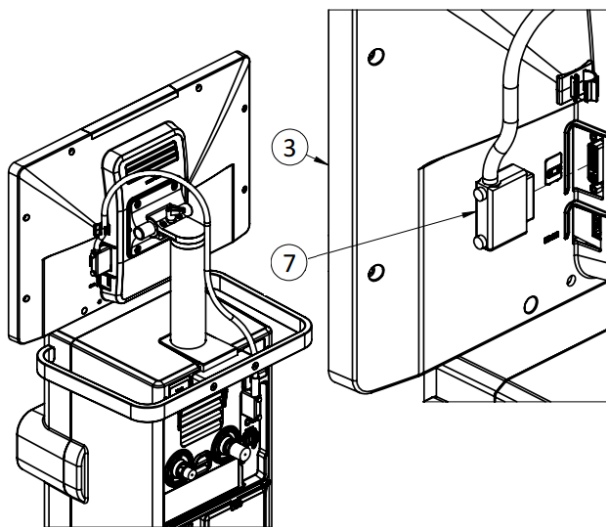

Fig. 3-7 Conexión de cable DVI-I.
Conectar el cable (7) en el conector DVI-I del monitor marcado con el ícono indicado en la Fig. 3-7. Asegurar una correcta conexión y fijar con los tornillos provistos. El cable debe quedar alineado hacia arriba y asegurado con el sujetacable ubicado sobre el conector en la cara posterior del monitor. Rutear el cable como lo indica la figura inferior, llevando el cable por detrás de la columna y haciendo pasar el conector suelto entre el aro y la unidad ventilatoria.